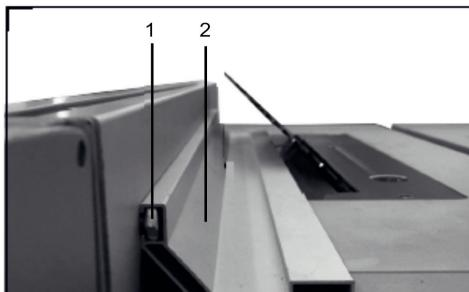

Рис. 19
Планка параллельного упора (2) устанавливается на винты 1 (рис. 19).